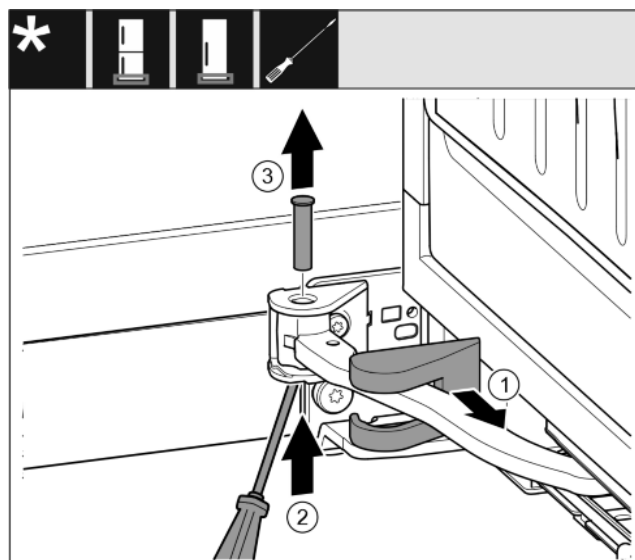

Fig. 12
- ▶ Stiahnite kryt ložiskovej konzoly a presuňte ho pozdĺž kĺbu. Fig. 12 (1)
- ▶ Čap zdola nadvihnite prstom alebo skrutkovačom. Fig. 12 (2)
- ▶ Skrutkovač zasunúte pod hlavu čapu a vytiahnite ho. Fig. 12 (3)